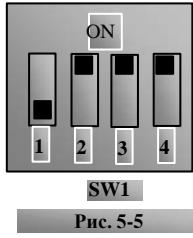

Рис. 5-5
(6) Рядом с управляющим клеммным блоком инвертора мощностью выше 30 кВт имеется кодирующее реле SW1 с красной четырехцифровой кодировкой, см. Рис. 5-5. Функция кодирующего реле заключается в выборе вводного диапазона ( $0 \sim 5\text{V}/0 \sim 10\text{B}/0 \sim 20\text{mA}$ ) аналоговых входов A11 и A12. При фактической работе выбирайте аналоговый входной канал функцией F203. Значение канала A11 по умолчанию равно  $0 \sim 10\text{V}$ , значение канала A12 по умолчанию равно  $0 \sim 20\text{mA}$ . Состояния других реле и режим управления скоростью указаны в таблице 5-3.